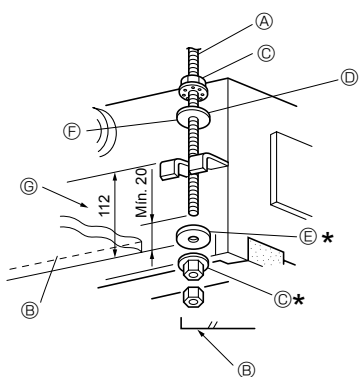
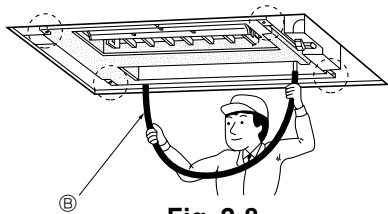

Fig. 2-7
Fig. 2-8
1. Enrosque progresivamente las arandelas ① ② (suministradas) y sus respectivas tuercas (adquiridas localmente) en el perno de suspensión. (Fig. 2-7)
- \* Realice esta operación en el siguiente orden (desde la parte superior): tuerca, arandela con aislante ②, arandela sin aislante ①, 2 tuercas.
- \* Coloque la arandela aislante ② con la superficie aislante hacia abajo, tal y como se indica en la figura.
2. Levante la unidad en su ubicación y alinéela adecuadamente con el perno de suspensión. Pase la ménsula entre las arandelas ① y ②, ya colocadas y fíjela. Realice el mismo procedimiento en las cuatro ubicaciones.
- ① Perno de suspensión (3/8" o M10)      ⑤ Arandela ①
- ② Superficie del techo      ⑥ (Instalar con el aislante hacia abajo)
- ③ Tuerca (3/8" o M10)      ⑦ Medición de la cara superior de la ménsula
- ④ Arandela ② (con aislante)
4. Compruebe que las cuatro esquinas estén niveladas mediante un nivel de burbuja o un tubo de plástico sin obstrucciones con agua en su interior. (Fig. 2-8)